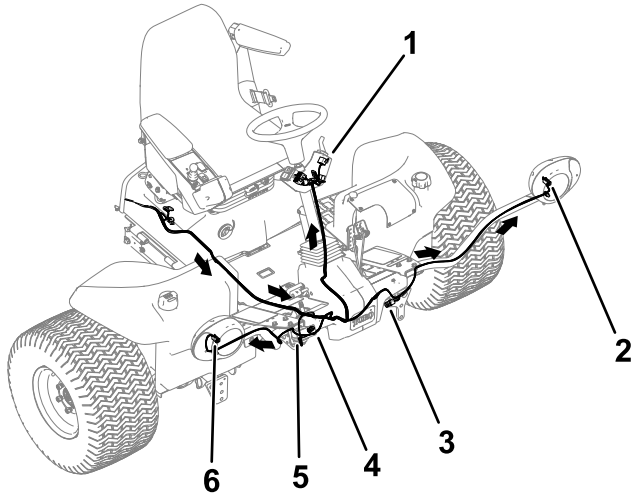

Figure 19
1. Acheminez l'extrémité avant du faisceau sous la plateforme de l'opérateur et vers l'avant de la machine (Figure 19).
2. Faites passer chaque connecteur du faisceau à travers le support de phare approprié et branchez-le au phare (Figure 19).
3. Branchez le fil du faisceau muni des 2 connecteurs à l'avertisseur sonore (Figure 19).
5. Branchez les connecteurs du faisceau du kit d'éclairage aux phares montés sur le carénage (Figure 19).
8. Acheminez le faisceau électrique vers la patte de fixation de colonne sur la colonne de direction (Figure 19).